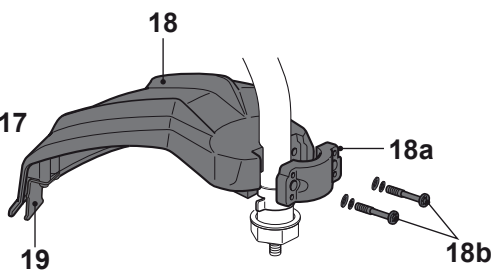

Fig. 7
- > Aligner la ferrure [18a] par devant. Bien fixer le capot de protection [18] avec les rondelles et les boulons [18b], serrer avec la clé torx [31] (Fig.7).